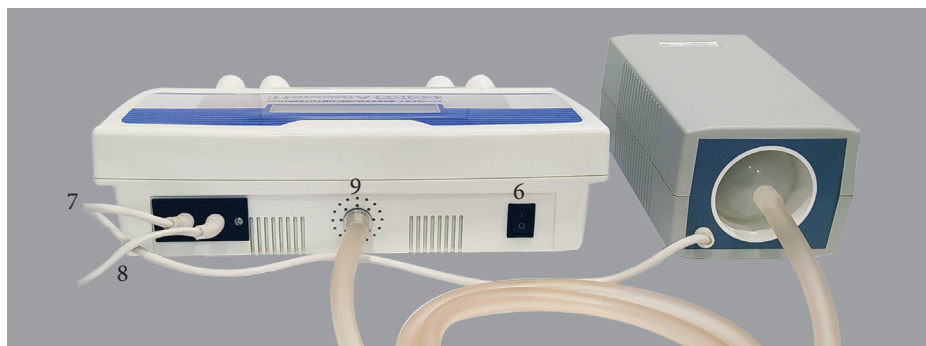

Рис.2 Аппарат «СОЮЗ-АПОЛЛОН». Вид сзади
1.7.1 Вид спереди аппарата приведен на рис. 1, вид сзади – на рис.2.
1.7.3 На верхней панели блока управления (см. рис.1) расположены: индикатор состояния режимов, индикатор магнитного поля, кнопки регулировки режимов. На задней стенке корпуса блока управления (см. рис.2) расположены штуцер для подключения вакуумной трубки, кабель питания, кабель данных, выключатель сети.